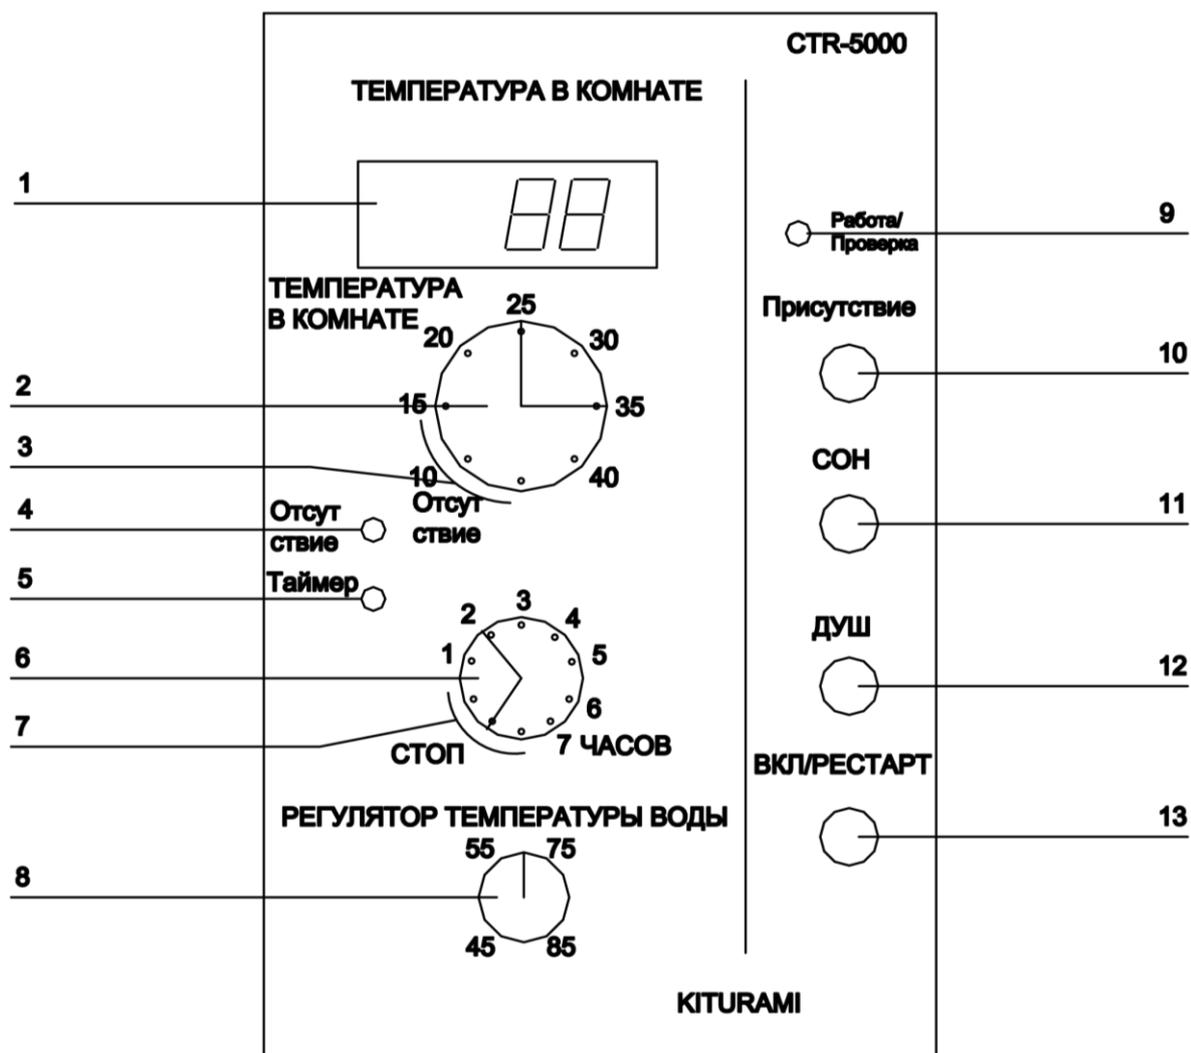

Рис. 4.
- регулятор «ТЕМПЕРАТУРА В КОМНАТЕ» (Поз.2; рис. 4);
- отметка на шкале регулятора «ТЕМПЕРАТУРА В КОМНАТЕ» - «ОТСУТСТВИЕ» (Поз.3; рис. 4);
- регулятор «ТАЙМЕР» (Поз.6; рис. 4);
- отметка на шкале регулятора «ТАЙМЕР» - «СТОП» (Поз.7; рис. 4);
- регулятор «ТЕМПЕРАТУРА ВОДЫ» (Поз.8; рис. 4);
- кнопка «ПРИСУТСТВИЕ» (Поз. 10; рис. 4);
- кнопка «СОН» (Поз.11; рис. 4); кнопка «ДУШ» (Поз.12; рис. 4);
- кнопка «ВКЛ/РЕСТАРТ» (Поз.13; рис. 4).
- дисплей (Поз.1; рис. 4);
- светодиод «ОТСУТСТВИЕ» (Поз.4; рис. 4);
- светодиод «ТАЙМЕР» (Поз.5; рис. 4);
- светодиод «РАБОТА/ПРОВЕРКА» (Поз.9; рис. 4);
- подсветка кнопки «ПРИСУТСТВИЕ» (Поз. 10; рис. 4);
- подсветка кнопки «СОН» (Поз. 11; рис. 4); подсветка кнопки «ДУШ» (Поз. 12; рис. 4).
Кнопка «ВКЛ /РЕСТАРТ» (Рис. 4; поз.13). Элемент прибора, предназначенный для включения (выключения) прибора CTR-5000 и котла.
Дисплей (Рис. 4; поз.1). Элемент прибора, предназначенный для отражения текущей температуры в помещении.
Светодиод «РАБОТА/ПРОВЕРКА» (Рис. 4; поз.9). Элемент прибора, предназначен для информирования о включении или выключении функции «РАБОТА/ПРОВЕРКА».
Регулятор «ТЕМПЕРАТУРА В КОМНАТЕ» (Рис. 4; поз.2). Элемент прибора, предназначен для предварительной установки параметра обогреваемой температуры отопливаемого объекта, или для включения функции «ОТСУТСТВИЕ» (Рис. 4; поз. 3).
Регулятор «ТАЙМЕР». (Рис. 4; поз.6).
Основная установка этого регулятора напротив отметки «СТОП». (Рис. 4; поз.7).
Регулятор «ТЕМПЕРАТУРА ВОДЫ». (Рис. 4; поз.8). Регулятор предназначен для предварительной установки температуры теплоносителя в котле. Выбор этой температуры выполняется при помощи шкалы в диапазоне от 45°C до 85°C, с градацией шкалы, 2,0°C.
Функция «ТАЙМЕР». Эта функция управляет режимом отопления котла по программе, которую владелец котла устанавливает по своему желанию. Предварительное программирование функции «ТАЙМЕР» выполняется: регулятором «Температура воды» (Рис. 4; поз.8); регулятором «ТАЙМЕР» (Рис. 4; поз.6);